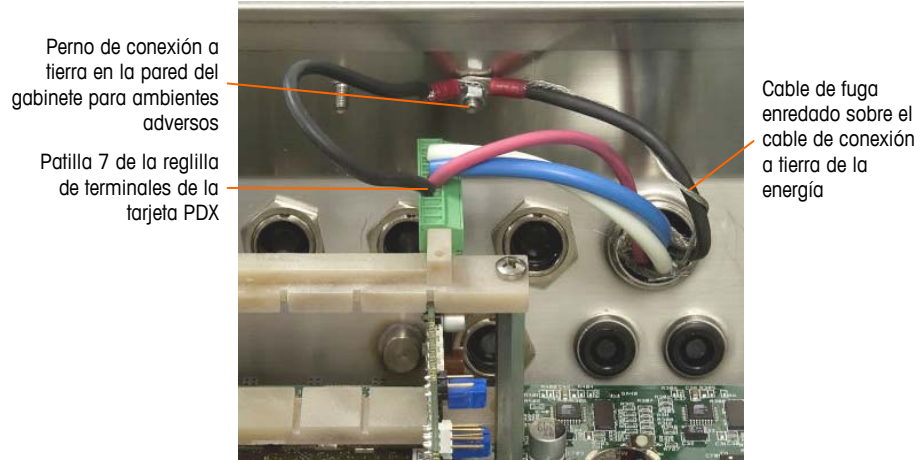

Figura 2-47: Conexión a tierra de la energía del cable de conexión PDX, ambientes adversos
- b. A continuación, tuerza el cable de fuga de energía del cable de conexión junto con el cable de tierra de energía y haga una conexión en el mismo perno de conexión a tierra usando otro terminal de anillo como se muestra en Figura 2-47.